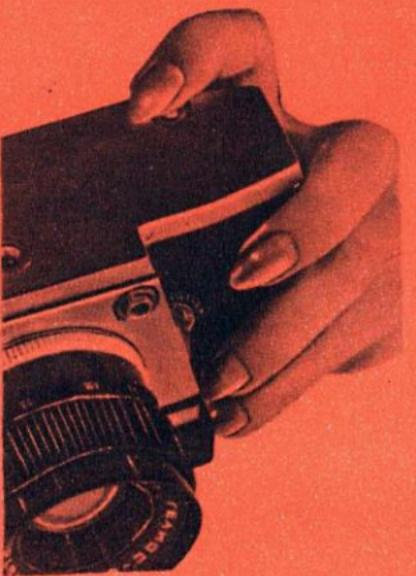

Рис. 19. Отключение механизма транспортировки пленки
3. Нажать и отпустить кнопку отключения механизма транспортировки пленки (рис. 19).